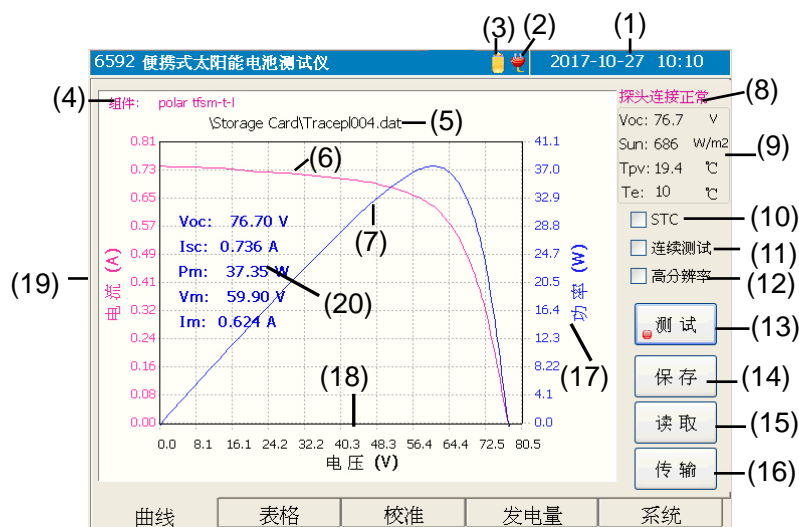

图 5-2 曲线窗口示意图
按住便携式太阳能电池测试仪的电源按钮^①5秒后，仪器开机，进入便携式太阳能电池测试仪的操作界面，如图 5-2 所示。操作界面分五个子模块：曲线、表格、校准、发电量和系统。
曲线窗口主要用于显示测试曲线，主要测试结果以及探头的状态和测试数据等，如图 5-2 所示：
点击【测试】按钮或者按下 **F5** 键，将测试出当前环境条件下，被测电池组件的 I-V 数据，测试完毕，将在曲线窗口上显示出当前环境下被测电池组件的 I-V 曲线和 P-V 曲线。如图 5-2 所示。